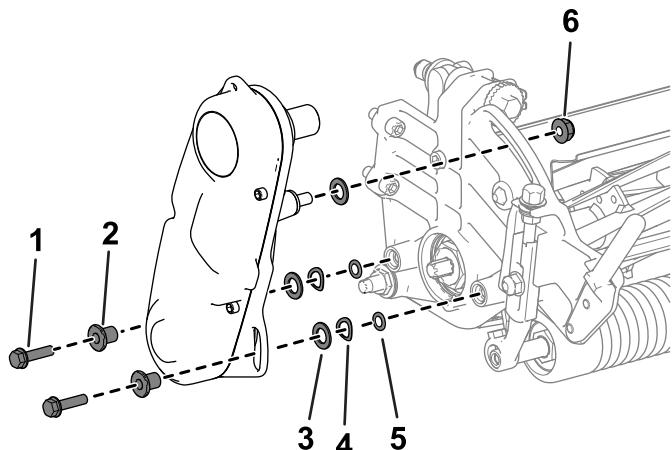

Figura 3
3. Remova os parafusos de ajuste da altura de corte e os parafusos de montagem do rolo dos braços da altura de corte (Figura 3).
4. Remova os dois parafusos (5/16 pol. x 2 1/4 pol.) das duas porcas (mantidas cativas pela placa lateral) que prendem o contrapeso na placa lateral da unidade de corte. Retire o contrapeso (Figura 3).
6. Retire a tampa e exponha a porca do rolamento (Figura 3).
7. Desmonte a porca do rolamento do eixo do rolo (Figura 3).